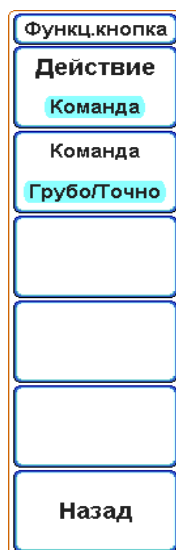

Рисунок 6.37 – Экранное меню «Функц. кнопка»
- Перейти в главное меню, нажав кнопку «МЕНЮ» в блоке «УСТАНОВКА» (рисунок 6.1, поз. 3). Затем последовательно нажать экранные кнопки «Утилиты», «Далее» и «Функц. кнопка», чтобы вызвать меню «Функц. кнопка» (рисунок 6.37);